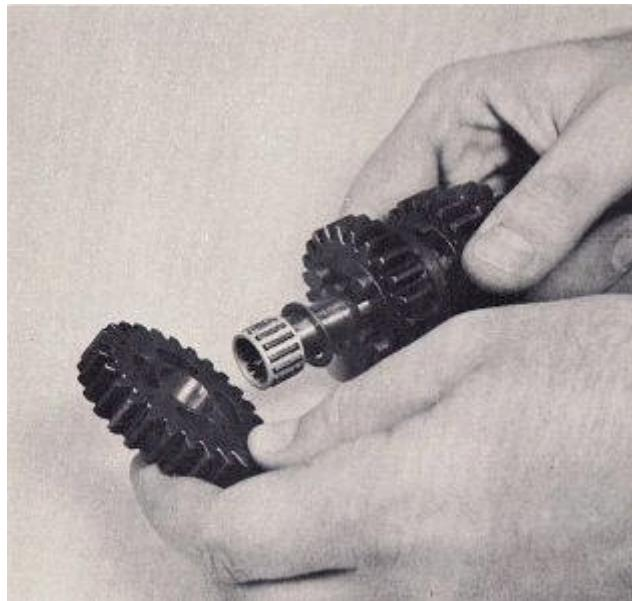

FIG. 51
3. Montar el engranaje en el layshaft, asegurándose de que están en el orden correcto y que los anillos de bloqueo son seguras. El tren de extrema izquierda en la layshaft es la primera layshaft ralentí artes. Se monta en un cojinete de agujas enjaulado. Cuando se instala en el eje, primero debe instalar la arandela espaciadora plana que es de aproximadamente .040 "de espesor o 1 mm. A continuación, instale el rodamiento de agujas y poner el equipo en el último, sobre el cojinete (Fig. 51).